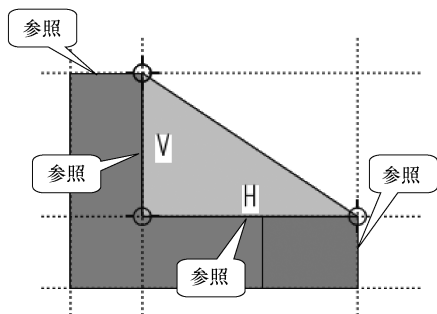

图 4-54 加选参照并绘制侧板截面
照, 如图 4-54 所示。
(13) 草绘如图 4-54 所示的侧板截面, 注意尺寸的标注样式和约束的使用。